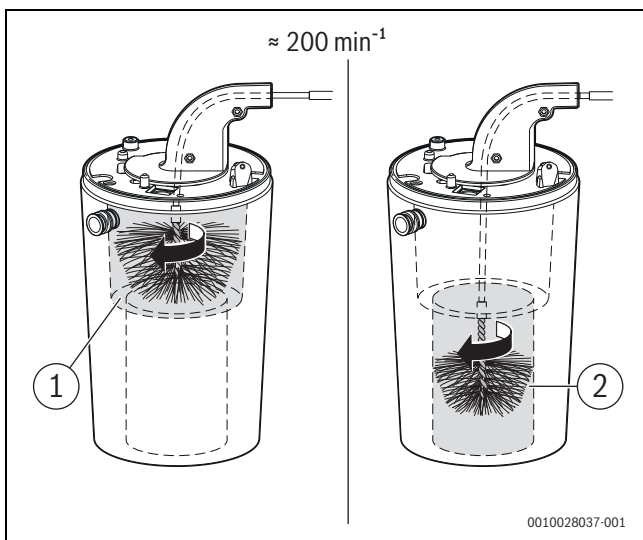

Fig. 65 Curățarea blocului de căldură (aprox. 200 min⁻¹, rotirea se realizează numai în sensul mișcării acelor de ceasornic)
- Repetați procesul pentru secțiunea inferioară, folosind o perie de dimensiuni mici (→ Fig. 65, [2]).